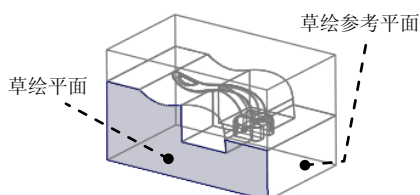

图 6.21 定义草绘平面
(1) 单击 **编辑模具体积块** 操控板 **形状** 区域中的 **拉伸** 按钮，此时系统弹出“拉伸”操控板。
(2) 定义草绘截面放置属性。右击，从系统弹出的快捷菜单中选择 **定义内部草绘...** 命令；在系统 **选择一个平面或曲面以定义草绘平面。** 的提示下，选取图 6.21 所示的表面为草绘平面，选取图 6.21 所示的表面为参考平面，方向为 **右**；单击 **草绘** 按钮，至此系统进入截面草绘环境。